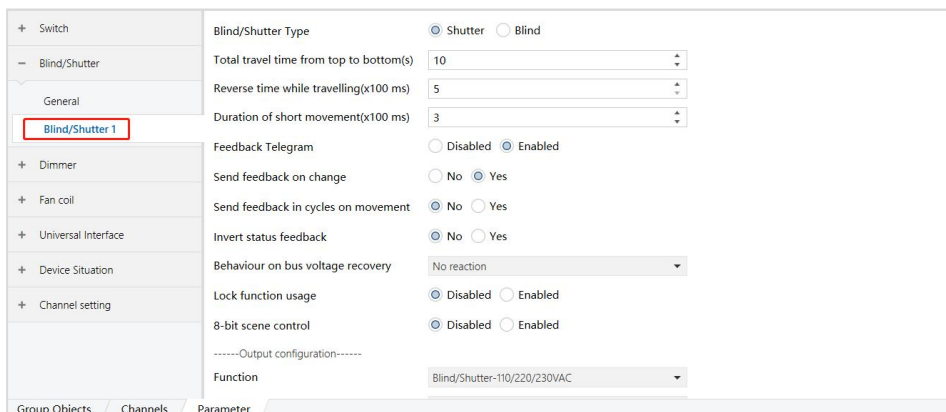

图 6.2.2
2) 选择 “Enabled” 启用后, 右侧会出现关于窗帘的功能配置, 以下以 Blind/ Shutter 1 为例, 其余同理, 如图 6.2.2 所示。